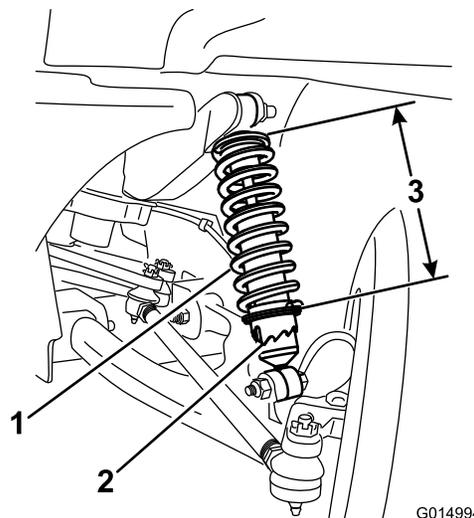

Figure 53
3. À l'aide de l'outil Toro numéro 6010, tournez la bague sur l'amortisseur pour changer la longueur du ressort (Figure 53).